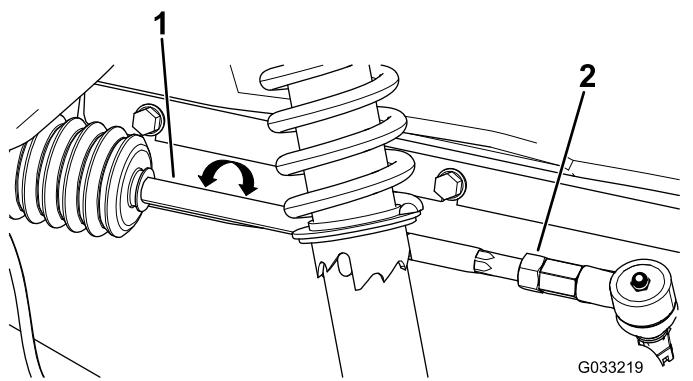

Figure 53
- Si la mesure n'est pas comprise entre 0 et +/- 3 mm (0 et +/- 1/8 po), desserrez les écrous de blocage aux extrémités extérieures des biellettes (Figure 53).